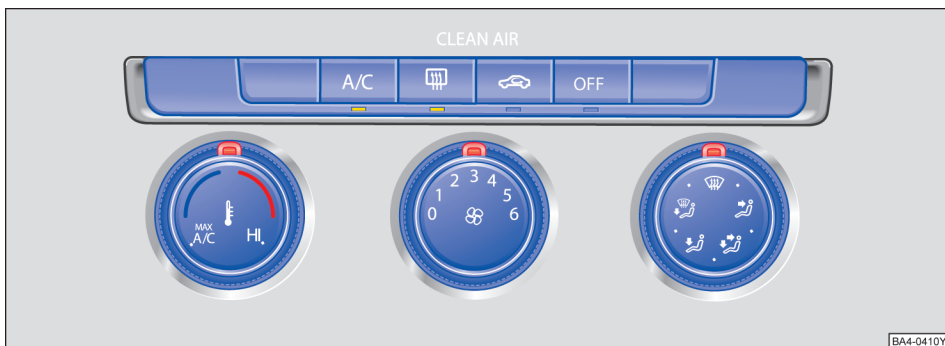

图 104 中控台：电子手动空调的操作元件
- 或：转动中间的旋转调节器至挡位  → 图 104 或按压或触摸（依据实车配置）按钮 **OFF** → 图 105。
加热和新风系统或手动空调：使用左侧旋转调节器→图 104 调整温度。
使用中间的旋转调节器，调整鼓风机强度→图 104。
按压按钮 、或→图 105 或触摸按钮 →图 104 调整气流分配：
利用右侧旋转调节器  →图 104 或触摸按钮 →图 105 可尽快将前窗玻璃除霜并除去水雾（除霜功能）：